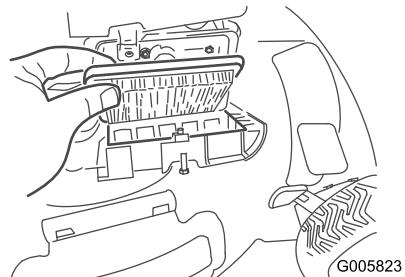

Figure 26
- Remplacez le filtre à air (Figure 26).